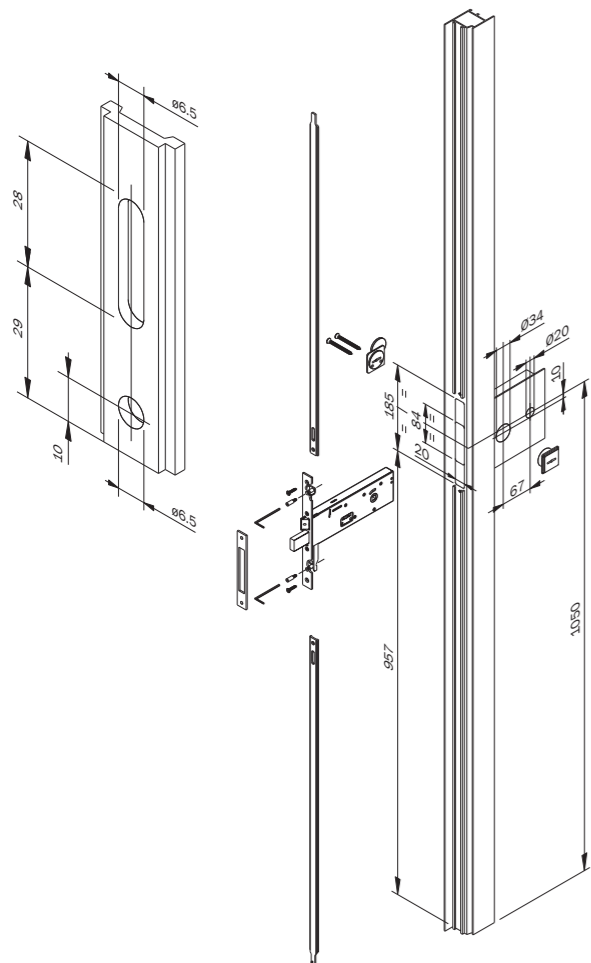

Fig. E1
- 1) Eseguire le lavorazioni per la serratura. Fig. E1/E2.
- 1) Perform the work for the lock, Fig. E1/E2.
- 1) Exécuter les travaux de préparation de la serrure Fig. E1/E2.
- 1) Efectuar las operaciones necesarias para preparar la cerradura Fig. E1/E2.